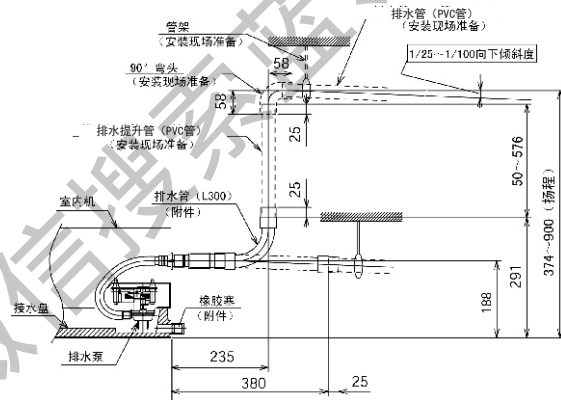

图6.5 排水管(单位:mm)
- (1) 排水管的连接位置见图6.5。
- (2) 准备外径为25mm的聚氯乙烯管。
- (3) 用粘合剂和工厂提供的卡箍固定聚氯乙烯管到排水管上，排水管向下倾斜度为： $1/25 \sim 1/100$ 。
- (4) 接好排水管后作保温。